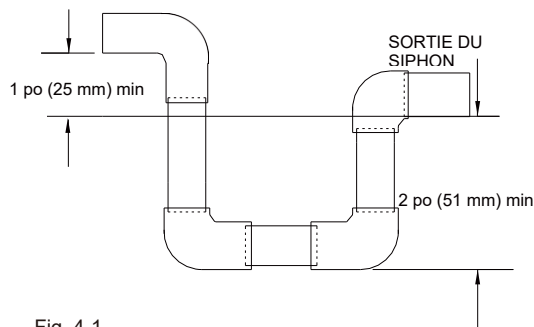

Fig. 4-1
5. Assurez-vous que la sortie du siphon est d'au moins 1 po. (25 mm) plus bas que le raccord de condensat du bac de vidange pour éviter que le bac ne déborde (voir Fig. 4-1).
Voir la figure 4-1 B ci-dessus, débranchez le tube de raccordement et le collecteur de vidange, vissez les deux vis fixes du bac de vidange, puis, avec le rail, retirez le bac de vidange et le tube de raccordement du bas de l'évaporateur. À l'aide d'un linge humide ou d'eau, nettoyez soigneusement le bac de vidange.